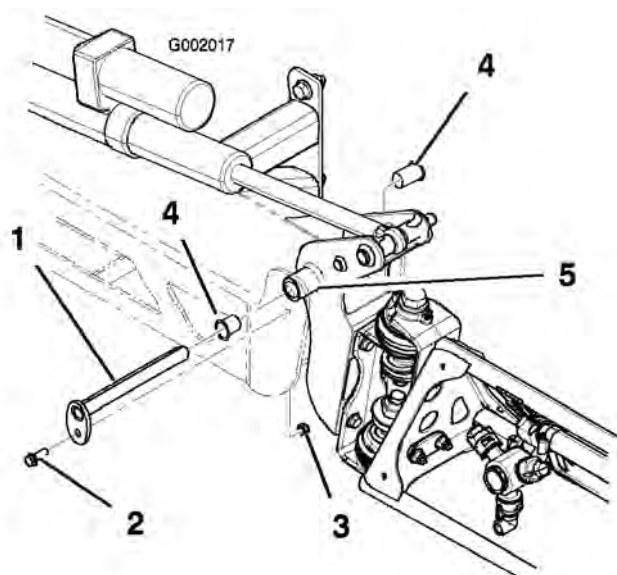

図 70
3. ブームを支えておきながら、ピボット・ピンをブーム・アセンブリに固定しているボルトとナットを取り外す (図 70)。ピボット・ピンを取り外す。
- ナイロン・ブッシュを取り外し、ピボット・ブラケットの前面および後面側から見て点検する(図 70)。 磨耗したり破損したりしている場合は交換する。
- センター・フレームにブーム&ピボット・ブラケット・アセンブリを取り付け、開口部を整列させる(図 70)。